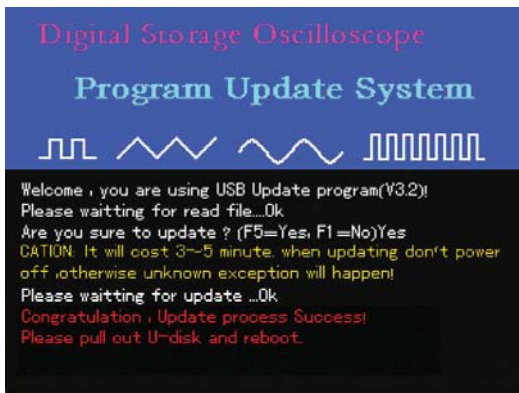

Figura 5-5
6. Cuando este proceso alcance el 100%, el display cambiara a OK indicando que el actual programa de actualización ha concluido como se muestra en la figura 5-5 aparecerá: Felicitaciones, el proceso de actualización se ha completado satisfactoriamente. Por favor retire el dispositivo USB y reinicie el equipo”.